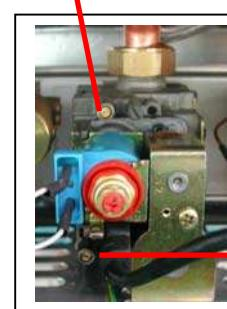

Рисунок 24
- Установите газовый манометр в точку контроля давления на выходе газового блока (давление на коллекторе горелки) (*Рисунок 24*).